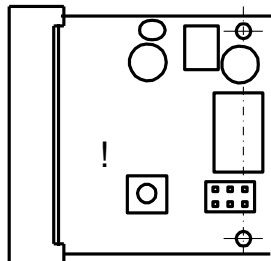

Рисунок 1 - Расположение кнопки калибровки
10.3.5 Нажать на кнопку (Рисунок 1), расположенную внутри прибора, и держать нажатой не менее 1 с. При этом производится запись измеренного значения в память микроконтроллера.